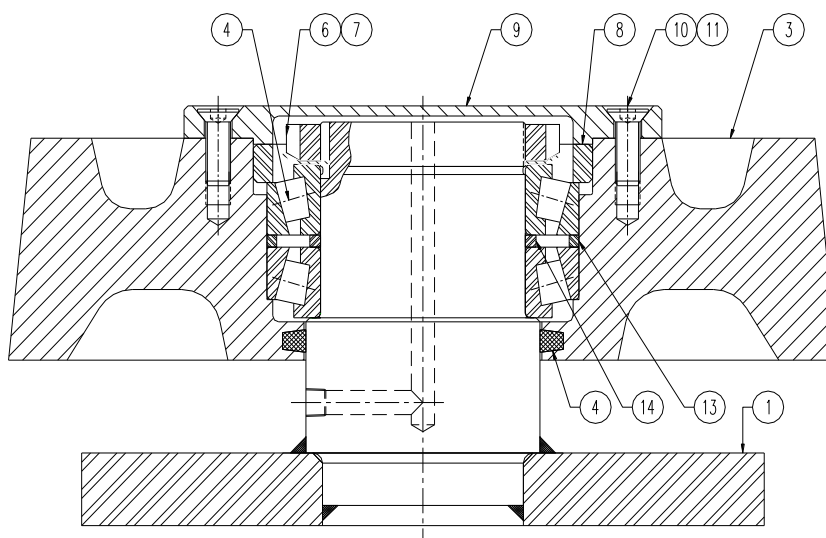

Fig. 20 Ensamble del rodillo axial
- Desmontar el rodillo axial (Fig. 20) removiendo los pernos que fijan su base, ítem 1.